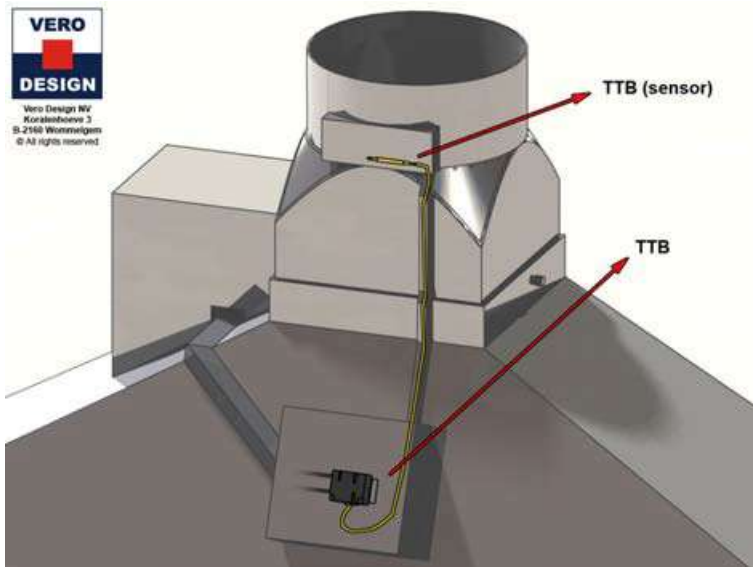

Рис. 7
- Термодатчик в дымосборнике каминной топки – ТТВ, блокирует подачу газа в каминную топку если температура в дымосборнике превышает допустимый уровень нормального режима работы камин (к примеру из-за следствия недостаточной силы тяги в дымоходе (рис. 7);